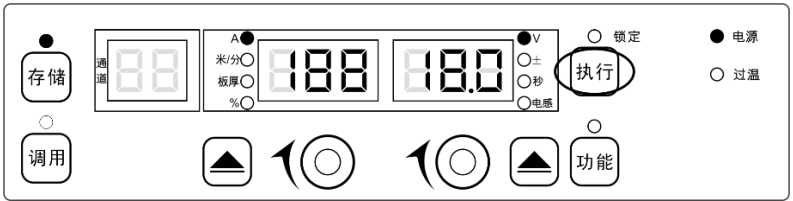

图 3-27 非锁定界面
2. 长按**执行**键，锁定指示灯熄灭，退出普通锁定，恢复到非锁定状态，如图 3-27 所示。